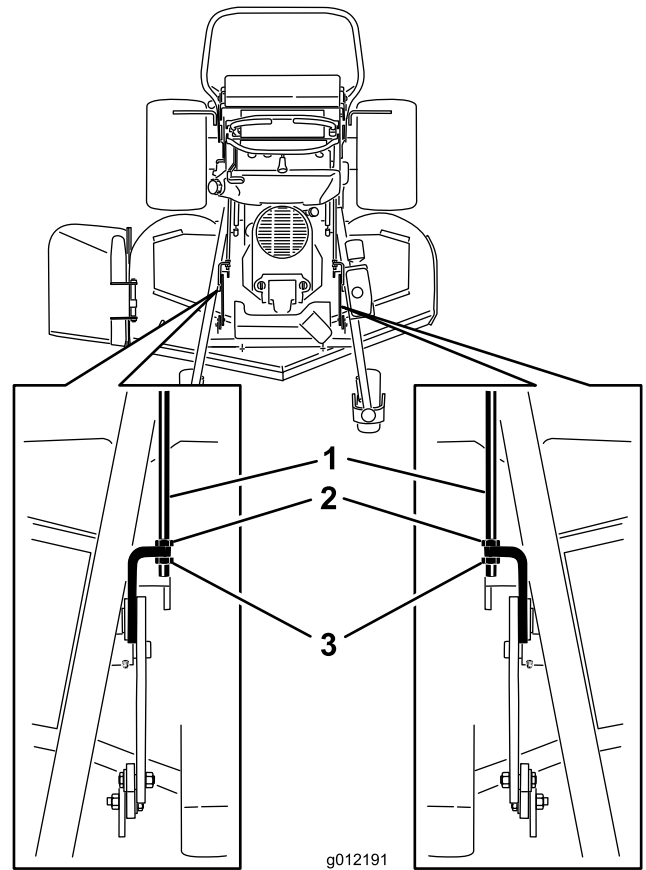

Figure 86
2. Desserrez les écrous avant et arrière sur les tiges de réglage (Figure 86).
3. Le tablier de coupe doit reposer entièrement sur les trois cales de 2x4 (Figure 86). Le bord arrière du tablier est plus bas de 6 mm (1/4") que le bord avant.
6. Si les dimensions ne sont correctes, réglez les écrous avant et arrière de chaque côté pour obtenir l'inclinaison longitudinale correcte (Figure 86).